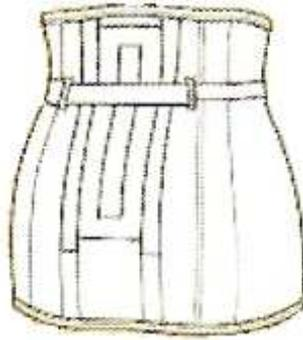

Figure 32 : CMLR ventrière et montante au dos avec tirant hypogastrique ⁽⁵⁶⁾
- CMLR ventrière et montante au dos avec bride de rappel lombo-sacrée ou tirant hypogastrique. Prévues pour les hommes et quelques fois les femmes avec proéminence abdominale, la forme montante au dos augmente la surface d'appui dorsale afin de permettre un bon maintien du tablier abdominal et un soulagement du dos. La tension de la bride soulage l'abdomen et augmente le verrouillage lombaire (Figure 32) ;